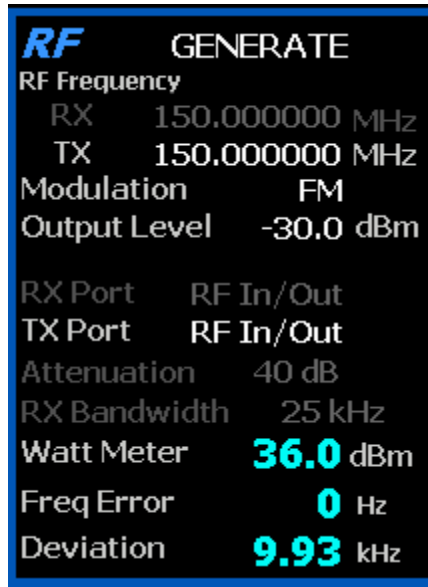

图 3.2.2-1 RF 区显示的发生器模式数据
-130 dBm 至-30 dBm。各种调制类型和编码格式可用于 RF 载波。图 3.2.2-1 显示了 R8100 主显示屏在 RF 区的生成模式下的。